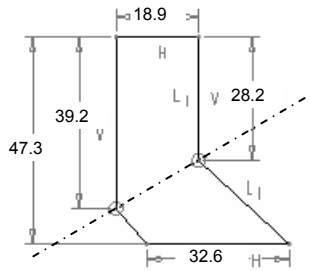

图 4.13.9 移动尺寸至合适的位置
Step2. 移动尺寸至合适的位置, 如图 4.13.9 所示。
在图 4.13.9 所示的图形中, 单击有用的尺寸, 然后右击, 在系统弹出的图 4.13.10 所示的快捷菜单中选择 **锁定** 命令。此时被锁定的尺寸将以红色显示, 结果如图 4.13.11 所示。